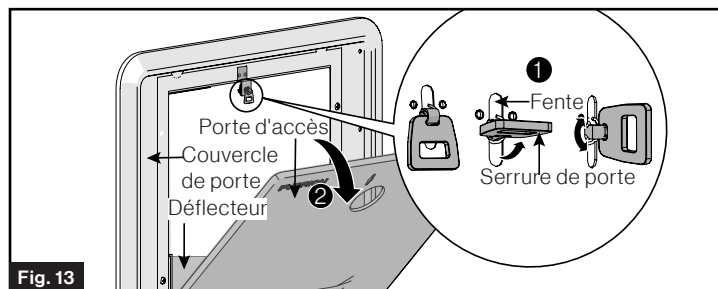

Fig. 13
- Retirez la porte d'accès et le cadre de la boîte, séparez les composants. (Fig. 13)
- Étape ① : séparez la porte d'accès du cadre de fixation. Soulevez le verrou et tournez de 90° pour déverrouiller le couvercle de porte de la bordure.
- Étape ② : Retirez la porte d'accès du cadre de montage.